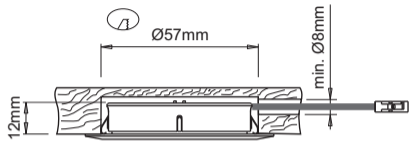

Fig 1
- To flush mount the device, bore a \varnothing 57mm hole 12mm deep on the installation surface and then, if necessary, bore a \varnothing 8mm exit hole for the power supply cable as illustrated in figure 1.
- von 12 mm auf der Montagefläche ausführen und ggf. für den Austritt des Netzkabels eine Bohrung mit \varnothing 8 mm ausbilden (Abb. 1).